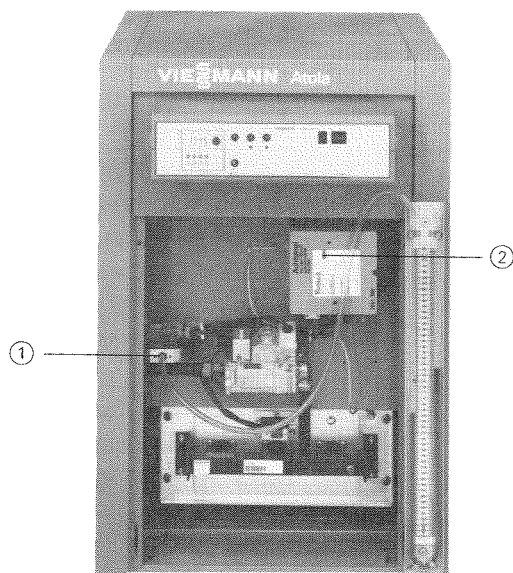

Abb. 21
10. Gasabsperrhahn schließen, Schalter „ⓐ“ an der Regelung ausschalten (Heizkessel geht außer Betrieb), U-Rohr-Manometer abnehmen, Meßstutzen ① (Abb. 21 auf Seite 15) schließen.